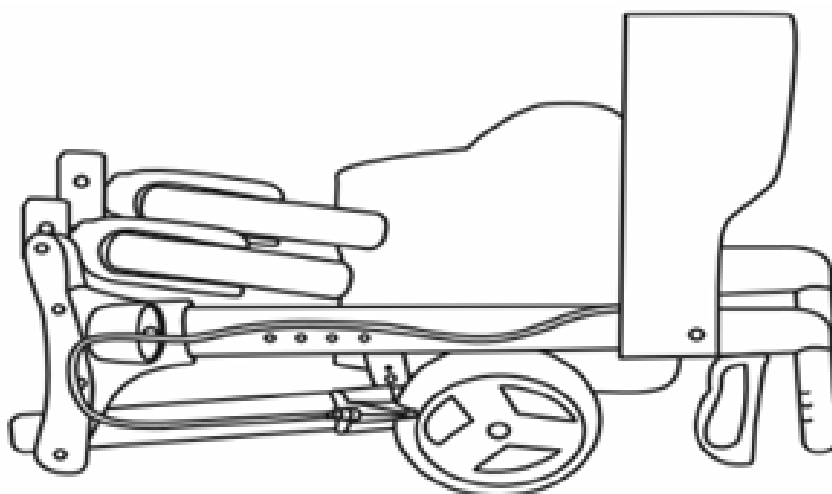

FIGURA 1
PASO 1: Al sacar el andador de la caja, lo encontrará completamente plegado como se muestra en la figura 1.